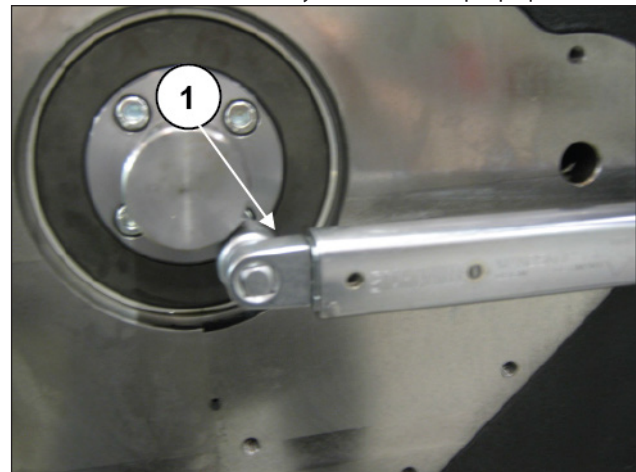

Рис. 123
Соберите хвостовик привода масляного насоса с коленчатым валом с помощью четырех винтов M8 (поз. ①, Рис. 123) и затяните их с помощью динамометрического ключа с моментом затяжки, указанным в параграфе 3.